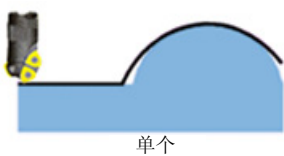

图 2-139 单个方式
- 【单个】: 采用单个方式时在Z方向只作一层铣削, 如图2-139所示。